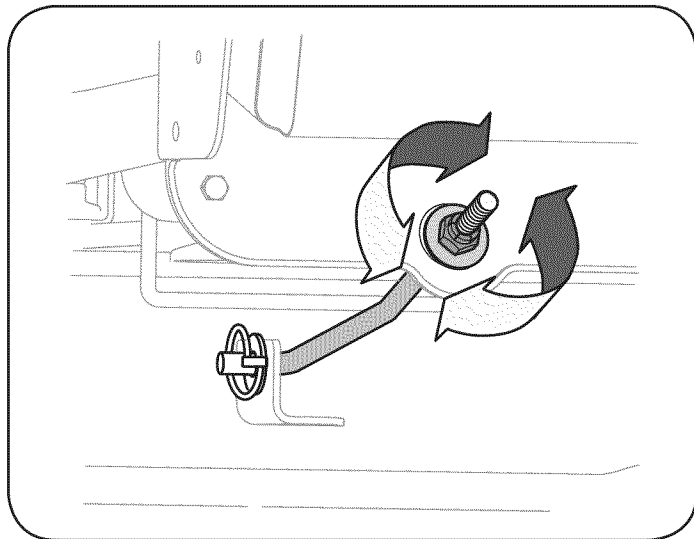

Figura 26
1. Para elevar la parte delantera de la plataforma, ajuste (enrosque hacia adentro) la contratuerca contra la ménsula de suspensión delantera. Vea la Figura 26.
2. Para bajar la parte delantera de la plataforma, afloje (enrosque hacia afuera) la contratuerca, alejándola de la ménsula de suspensión delantera. Vea la Figura 26.